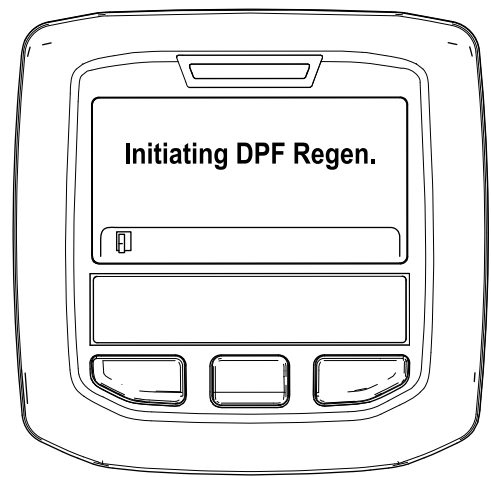

Figure 37
- A. Le message « Initiating DPF Regen. » (lancement régén. FAP) s'affiche (Figure 37).